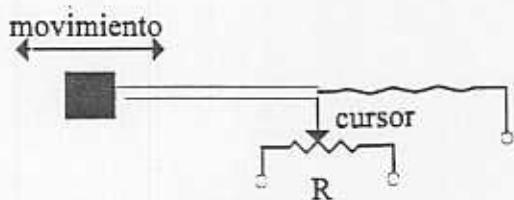

Figura 4
4. Se utiliza un sensor de posición potenciométrico para medir desplazamientos de 0 a 10cm de una pieza móvil, como se muestra en la Figura 4, la resistencia varía linealmente en este rango de 0 a 2KΩ.